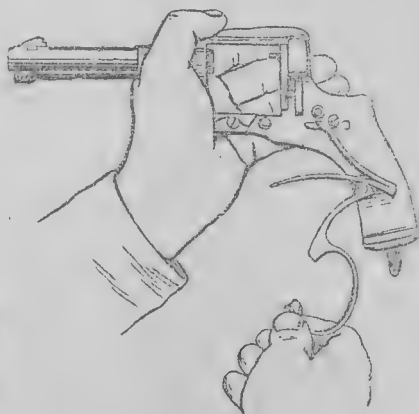

Рис. 39. Как снять спусковую скобу
13) снять спусковую скобу (рис. 39) и боевую пружину;